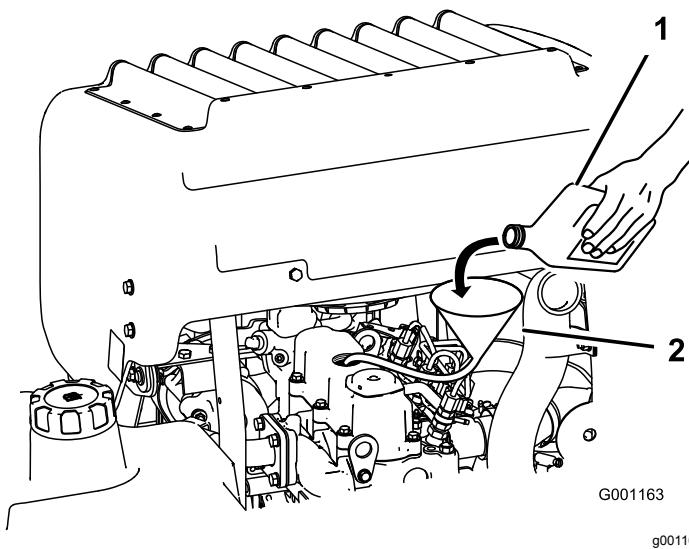

Figure 53
- Utilisez un flexible et un entonnoir pour faire l'appoint d'huile moteur (Figure 53).